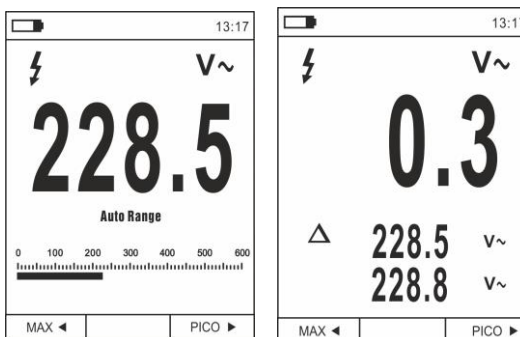

Fig. 8 Medida relativa
1. Pulse la tecla **HOLD/REL** para entrar en la medida relativa (ver Fig. 8 – parte derecha). El instrumento pone a cero el visualizador y guarda el valor mostrado como valor de referencia al cual será referidas las medidas sucesivas. El símbolo "Δ" se muestra en el visualizador. Las funciones "MAX/MIN" y "PICO" no están activas en esta modalidad